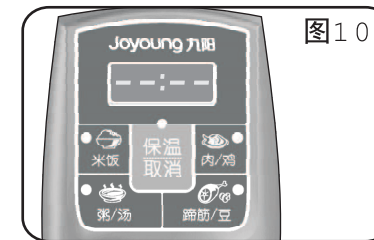

图10
- 1、接通电源，数码灯显示“--:--”的红色符号(见图10)，表示电压煲已进入准备工作状态，此时可按下“米饭、粥/汤、蹄筋/豆、肉/鸡”四个功能键选择相应的功能，按下相应的功能键时，相应功能键旁的指示灯亮起。不同功能下的烹饪时间与默认保压时间如下表所示:
2、按下你需要的功能键后（如米饭），功能键旁边的指示灯闪烁8次后，电压力煲开始执行所选择的相应功能程序并显示相应的默认保压时间值，当机器进入保压状态时，开始倒计时。机器工作时按一下“保温/取消”键，可以取消现有的工作状态，并进入开始时的准备工作状态，相应的功能键的指示灯也会熄灭。（见图10）